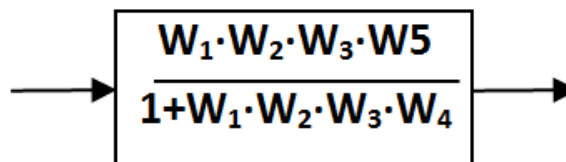

Рис. 8.20. Преобразование последовательного соединения и расчет результирующей передаточной функции
3. Преобразуем полученное последовательное соединение звеньев и рассчитаем результирующую передаточную функцию (рис. 8.20).